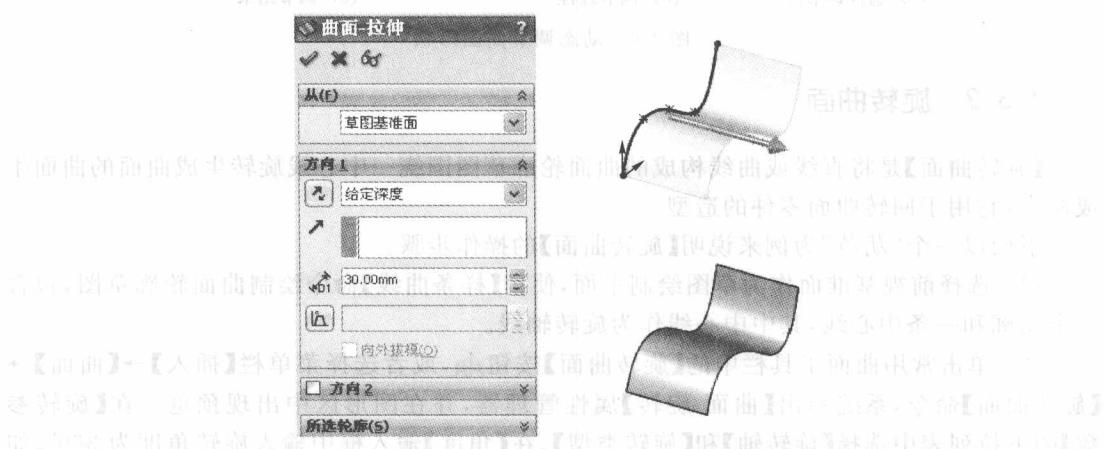

图 1-4 【曲面-拉伸】属性管理器及拉伸曲面过程
(2) 单击常用曲面工具栏中的【拉伸曲面】按钮 $\text{S}$ , 或者选择菜单栏【插入】 $\rightarrow$ 【曲面】 $\rightarrow$ 【拉伸曲面】命令, 系统弹出【曲面-拉伸】属性管理器, 同时图形区切换为等轴测视图, 如图 1-4 所示。
(3) 设置属性管理器选项。设置拉伸曲面起始条件为【草图基准面】, 终止条件为【给定深度】, 在【深度】输入框中键入深度值为 30。单击【反向】按钮 $\text{A}$ 可以改变拉伸曲面的方向。单击【确定】按钮 $\checkmark$ 完成拉伸曲面, 如图 1-4 所示。